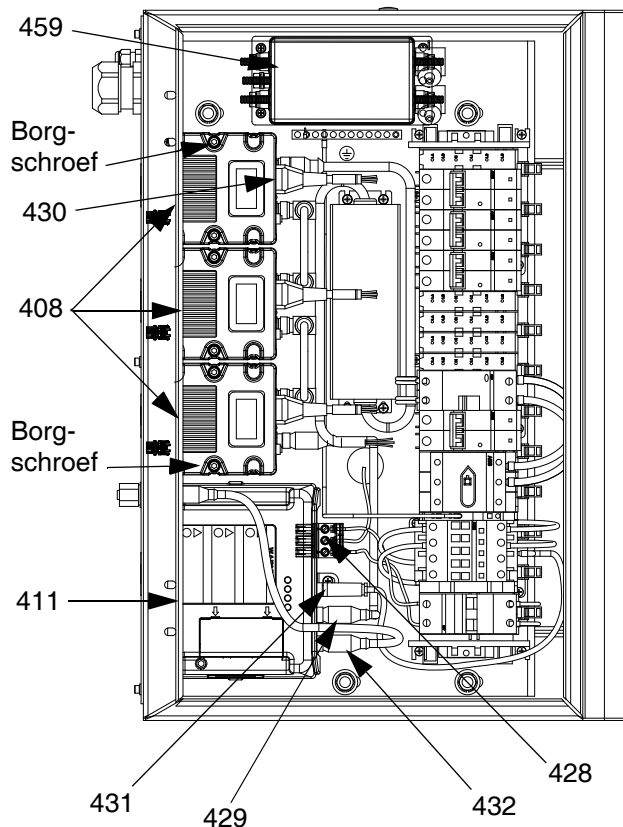
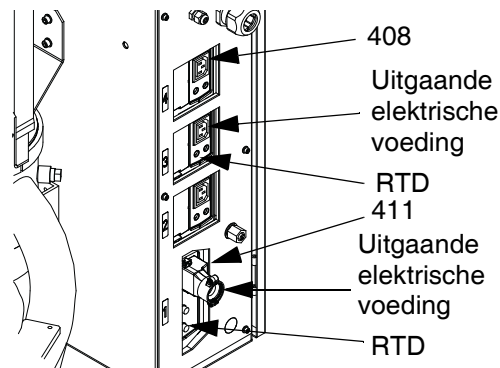

FIG. 48: Weergave van de binnenkant van de elektrische behuizing
FIG. 49: Weergave van de achterkant van de elektrische behuizing
1. Open de deur van de behuizing (402). Ontkoppel de volgende kabels van de laagspanning-TCM (408):
- inkomende voedingskabel (430)
- uitgaande voedingskabel (zie FIG. 49)
2. Draai beide borgschroeven (409) los die de laagspanning-TCM (408) aan de steun (407) bevestigen; verwijder de laagspanning-TCM. Zie FIG. 48.
1. Open de deur van de behuizing (402). Ontkoppel de uitgaande voedings- en RTD kabels van de hoogspanning-TCM (411). Zie FIG. 49.
2. Verwijder het zijpaneel van de elektrische behuizing (436). Zie **Onderdelen elektrische behuizing** op pagina 90.
3. Ontkoppel alle vier inkomende kabels (432, 428, 429, 431) van de hoogspanning-TCM. Zie FIG. 48.
4. Verwijder de beide schroeven (415) die de klemmen (412, 413) van de hoogspanning-TCM aan de elektrische behuizing bevestigen. Verwijder de hoogspanning-TCM. Zie **Onderdelen elektrische behuizing** op pagina 90.